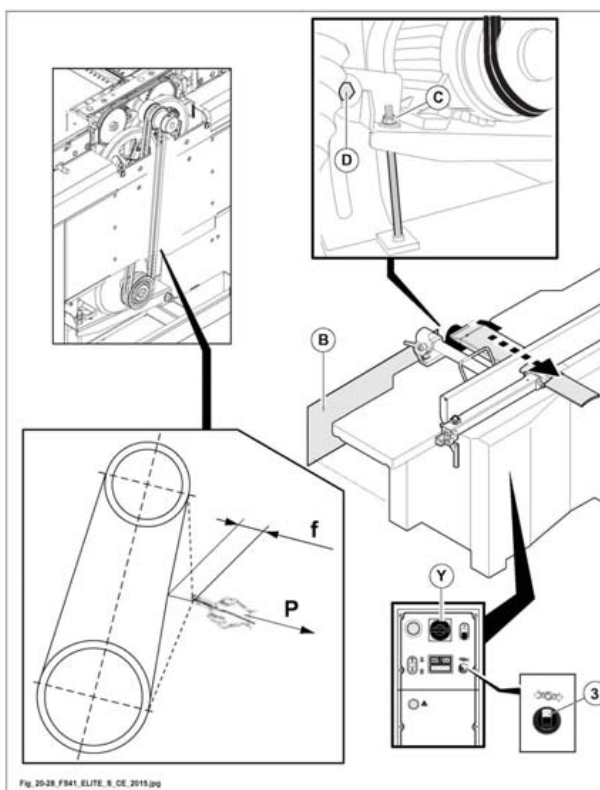

Fig. 20.28
l'interruttore generale (Y fig. 20.28) sia ruotato in posizione I (ON).
Sbloccare il freno motore ruotando il selettore (3 fig. 20.28) su ; freno motore sbloccato lampada spia accesa.
- 2) Togliere lo sportello posteriore (B fig. 20.28).
- 3) Allentare la vite (D fig. 20.28).
- 4) Avvitare il dado (C fig. 20.28) per tensionare le cinghie.
- 5) A registrazione ultimata serrare la vite (D fig. 20.28).
- 6) Rimontare lo sportello posteriore (B fig. 20.28).
bloccare il freno motore ruotando il selettore (3 fig. 20.28) su ; freno motore bloccato lampada spia spenta.
per togliere la protezione (B fig. 20.28), in presenza dell' cavatrice, è necessario spostare questa tutta verso l'alto.